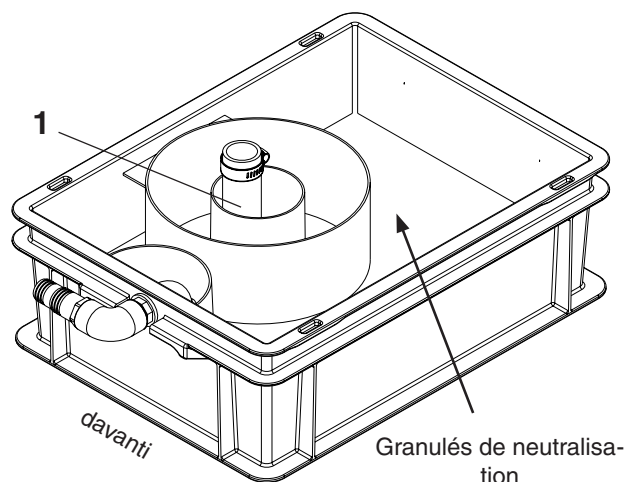

Fig. 15
6. Spingere il box di neutralizzazione (6, fig. 18) nella caldaia finché il tubo del sifone (1, fig. 15) viene a trovarsi esattamente sotto il bocchettone di scarico.